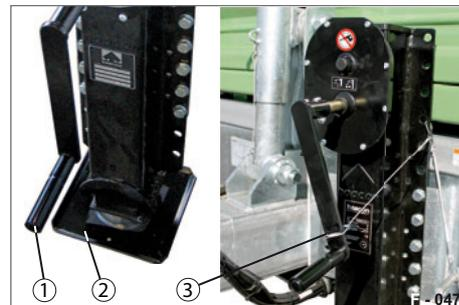

Abb. 61 Stützfuß eingefahren
- ▶ Sichern Sie die Handkurbel mit dem Sicherungsseil (Abb. 61/3).
- ▶ Kurbeln Sie den Stützfuß (Abb. 61/2), im Schnellgang - erst nach dem Ankuppeln des Anhängers - komplett hoch.
- ▶ Legen Sie das Sicherungsseil (Abb. 61/3) um die Handkurbel und sichern Sie diese mit dem Haken. Die Handkurbel ist gegen selbstständiges Verdrehen während der Fahrt gesichert.